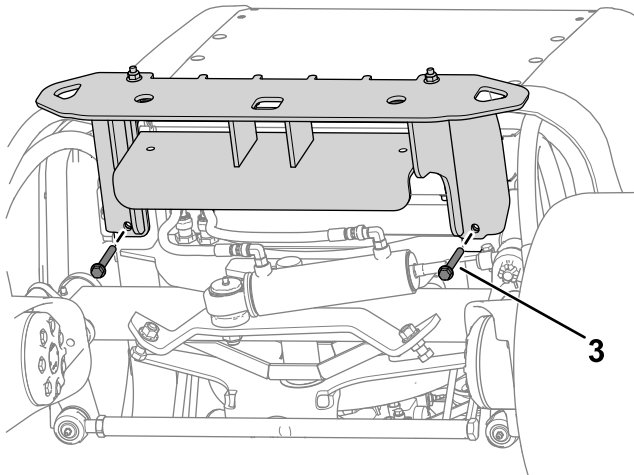

Bild 15
2. Befestigen Sie den oberen Bereich des Stoßfängers mit vier Schrauben ($\frac{3}{8}$ " x 3 $\frac{1}{4}$ "") und 4 Muttern ($\frac{3}{8}$ "") lose am Maschinenrahmen, wie in Bild 15 dargestellt.
3. Befestigen Sie den Stoßfänger mit zwei Schrauben ($\frac{3}{8}$ " x 3") und zwei Muttern ($\frac{3}{8}$ ") lose unter dem Maschinenrahmen, wie in Bild 15 dargestellt.